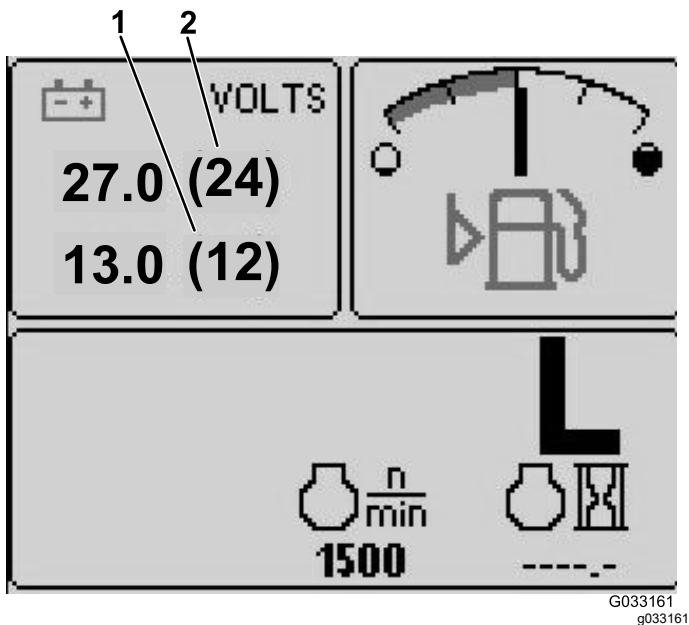

Figure 4
- Indicateur de tension de batterie 12 V – écran supérieur gauche (Figure 4)
- Indicateur de tension de batterie 24 V – écran supérieur gauche (Figure 4)
Il indique les tensions de la batterie 12 V et 24 V (Figure 4).